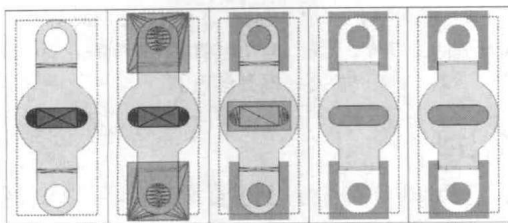

图4 冲压参照设置
4) 复制冲压参照零件→粘贴→调整于对称位置。继续插入第三个冲压参照零件，调整尺寸参数，最终效果如图4所示；